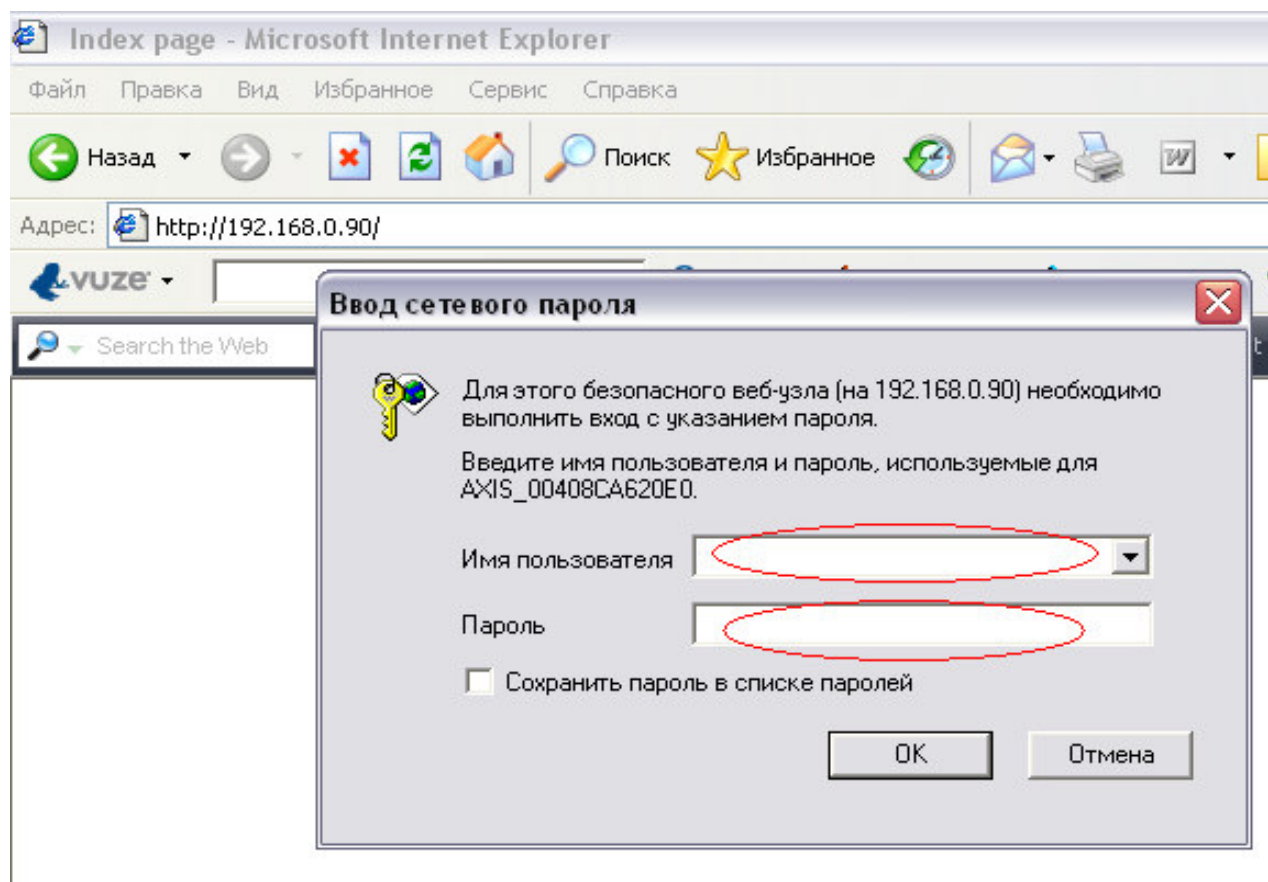

Рисунок 3.
2.2.4.4.1. Проверка фокусировки производится путем открытия интернет-браузера (Internet Explorer). В поле адреса вводится для одной камеры 192.168.0.90 (192.168.0.46 для другой). В появившемся поле ввода логина и пароля (Рис. 3) вводится логин – root, пароль root.